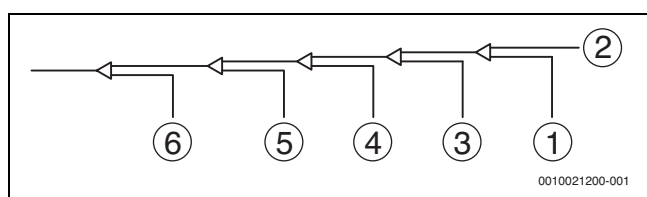

Рис. 28
8. Промойте другие отверстия подобным образом, работая в последовательности от внутренних блоков А к наружным блокам. См. рис. 28.